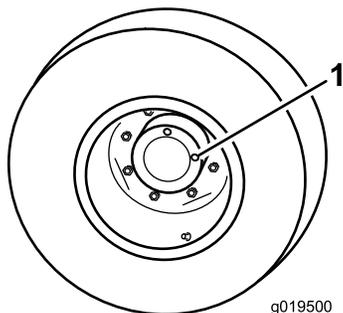

Figure 68
1. Amenez la machine sur une surface plane et horizontale, tournez la roue de sorte qu'un bouchon de contrôle (Figure 68) soit à la position 12 heures et l'autre à la position 3 heures.
1. Bouchon de contrôle (2)
2. Retirez le bouchon qui est à la position 3 heures (Figure 68). Le niveau d'huile doit atteindre le bas de l'orifice de contrôle.